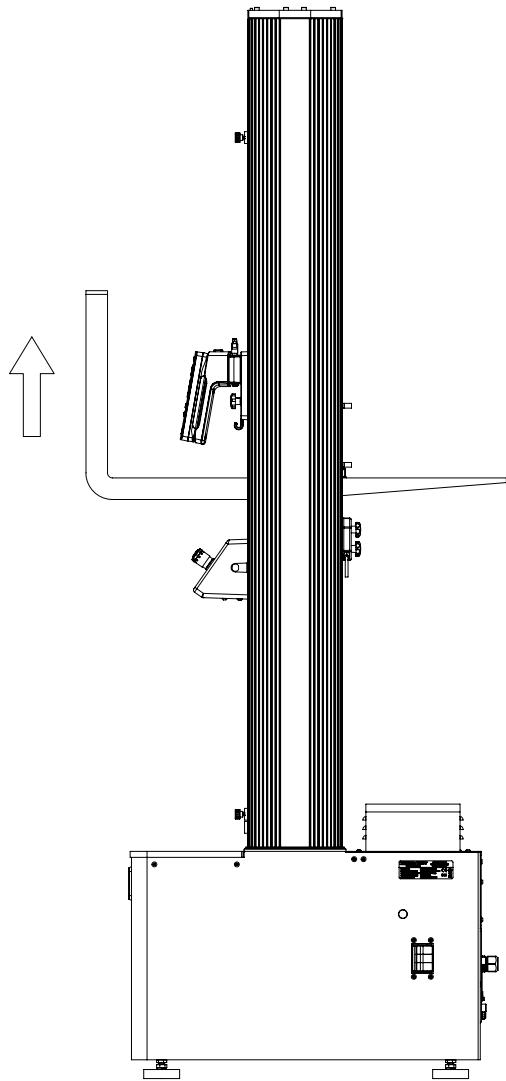

図23. クロスヘッドからフレームを持ち上げる
1. フォークにパッドを当てて、あるいはクロスヘッドを保護材で包み、フォークリフトを使用して、コラム間のクロスヘッドの下に、注意してフォークを差し込みます。76 ページの図 23 を参照してください。.